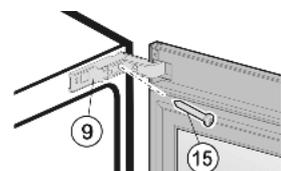

Fig. 9
- ▶ Svitare il blocco di supporto superiore Fig. 9 (9): Svitare la vite Fig. 9 (15).